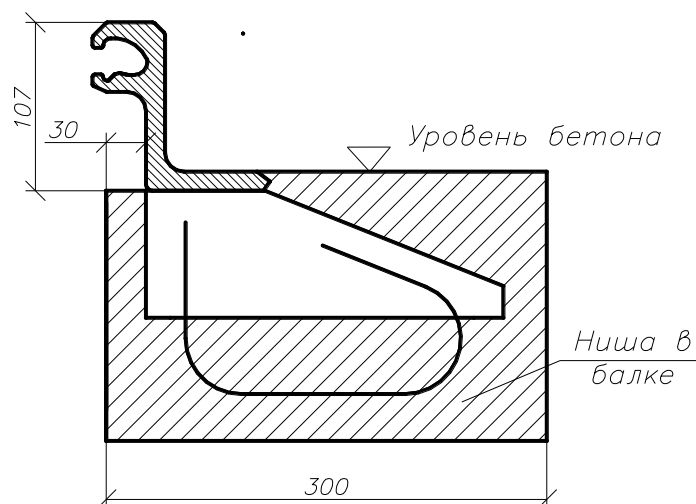

Рис.1
1. Образуют нишу в плите проезжей части размером 300x180 мм и в шкафной стенке устоя (рис.1).